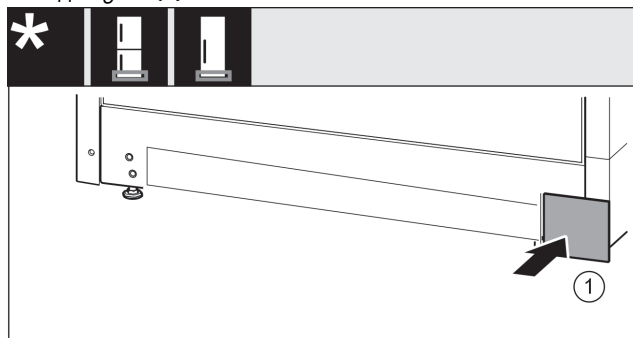

Fig. 18
- ▶ Поставете капачката отново върху другата страна. Fig. 18 (1)